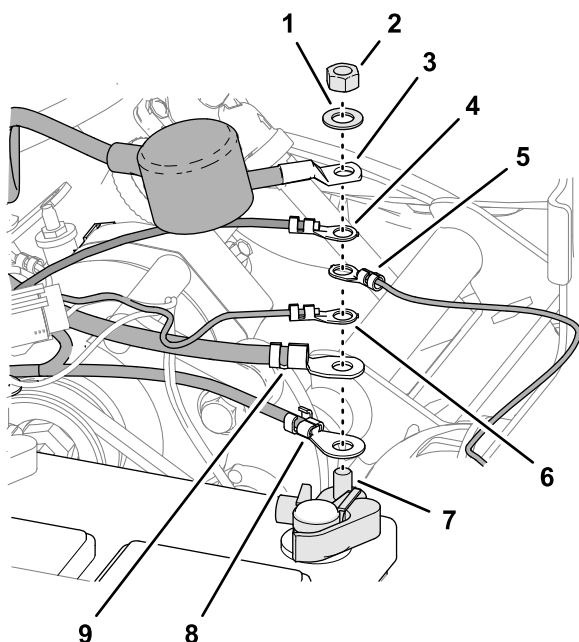

Рисунок 236
2. Установите клеммы проводов и кабелей на резьбовой штырь положительного вывода аккумулятора (Рисунок 236) в следующем порядке:
4. Наденьте изоляционный колпачок положительного кабеля аккумулятора, идущего к стартеру, на резьбовой штырь (Рисунок 236).